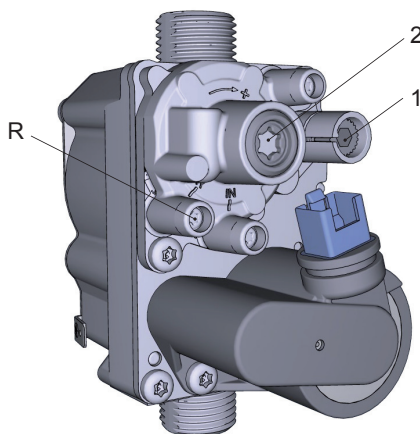

Abb. 24
- falls die Werte von den angegebenen abweichen, muss der CO₂-Gehalt reguliert werden; die Schraube für die Einstellung des Höchstwerts (1 - Abb. 24) drehen, um den CO₂-Gehalt auf die angegebenen Werte einzustellen;
- falls die CO₂-Werte von den angegebenen abweichen, muss die Schraube "OFF-SET" (2 - Abb. 24) reguliert, und kontrolliert werden, ob der CO₂-Gehalt korrekt ist:
- von -9 bis -13Pa mit Differenzmanometer, am Druckabgreifpunkt (R - Abb. 24)